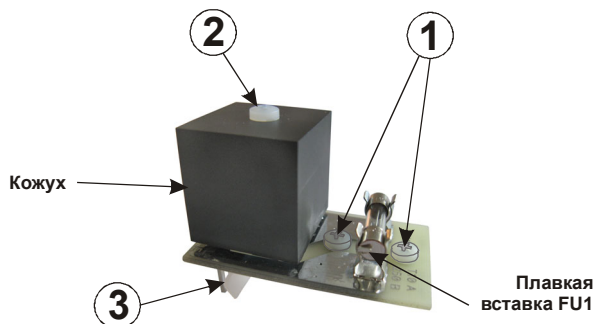

Рисунок 8 – Плата выходных варисторов
- выкрутить крепежные винты **1** (рисунок 8) платы выходных варисторов, извлечь плату из корпуса стабилизатора, предварительно отсоединив от нее разъем **3**;
- выкрутить крепежный винт **2** (рисунок 8) кожуха, закрывающего варисторы, снять кожух, произвести внешний осмотр варисторов;